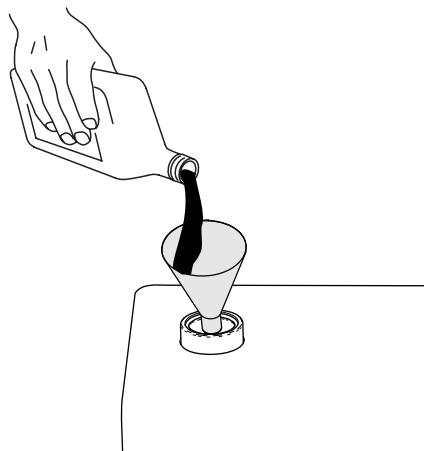

Рисунок 115
- Если уровень жидкости находится ниже нижней отметки на щупе, долейте гидравлическую жидкость указанного типа в бак (Рисунок 115). Повторяйте действия, описанные в пунктах с 4 по 6, пока уровень